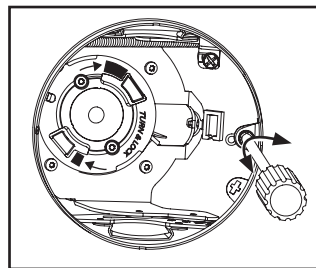

Figura 17.
1. Afloje el tornillo de bloqueo de giro por medio de un destornillador Phillips N.º 2 (Figura 17.).
3. Ajuste el tornillo de bloque de giro para asegurar la posición deseada. (No ejerza demasiada torsión). (Figura 17.).
- Ajuste el tornillo de bloqueo de giro (Figura 17).